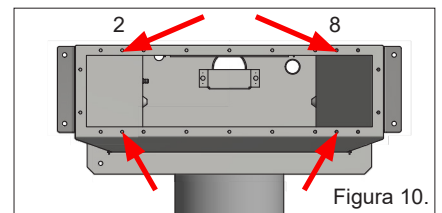

Figura 10.
6. Monte el revestimiento de pared (fijo, azulejos, mosaicos, etc.). Asegúrese de que los orificios de montaje (de acuerdo con la figura 10) para el marco de fijación estén libres para poder montarlo más adelante.